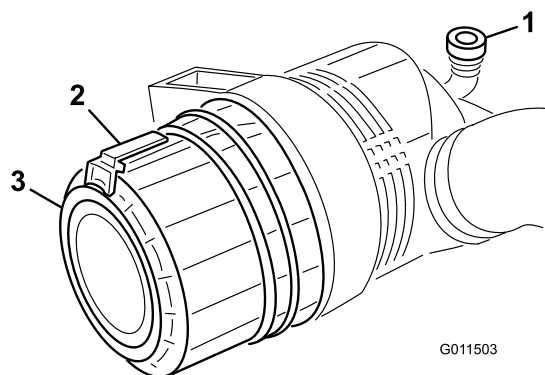

Figura 54
1. Tirate il fermo verso l'esterno e ruotate il coperchio del filtro in senso antiorario (Figura 54).